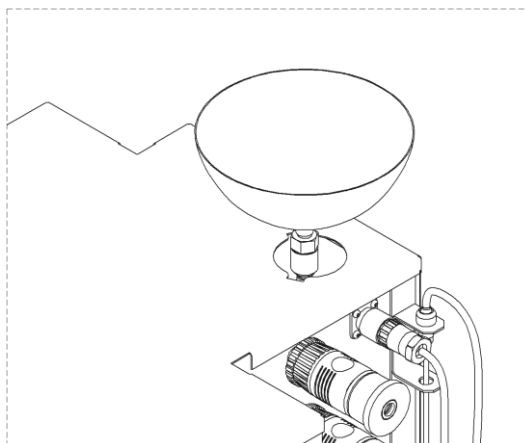

Рисунок 7 – Установка воронки
4.4.4.2 Подсоединить воронку из комплекта поставки в заливной штуцер термокриостата (см. рисунок 7).